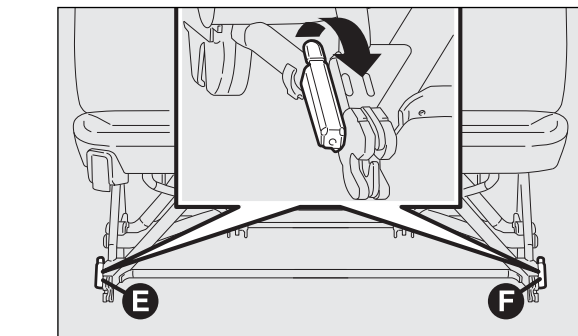

fig. 43
- desde la posición vertical, accionar las palancas E y F-fig. 43 girándolas hacia arriba;